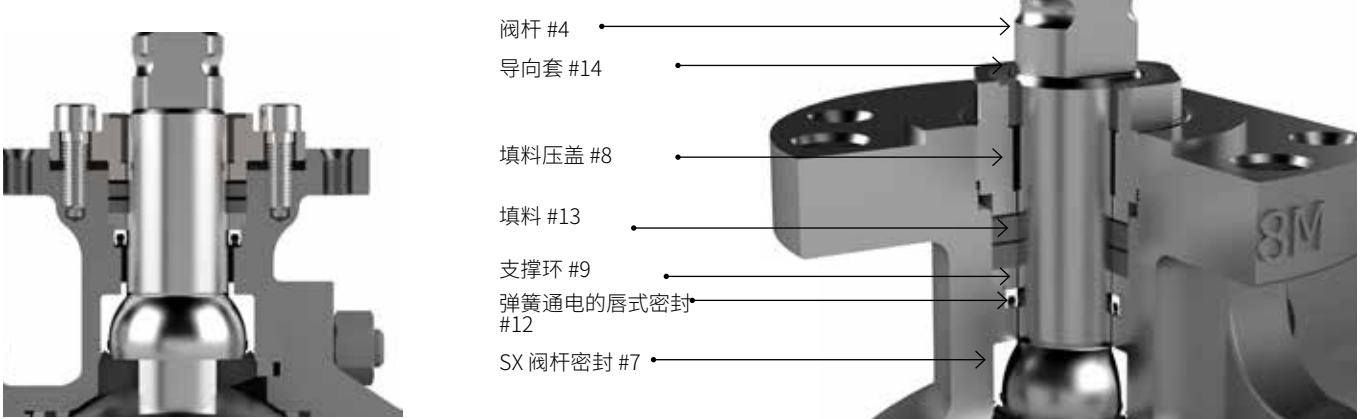

图 5
5. 将支撑环 (#9) 安装在阀杆 (#4) 上, 凸起的梯级朝下, 直到它位于填料室的底部。(见图 5)。